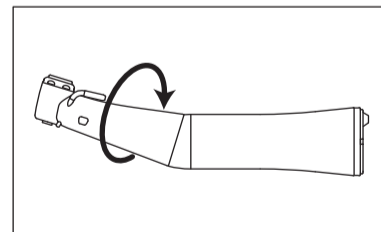

Fig. 6
- Rode a cabeça na direção da seta, segurando na haste (Fig. 6).